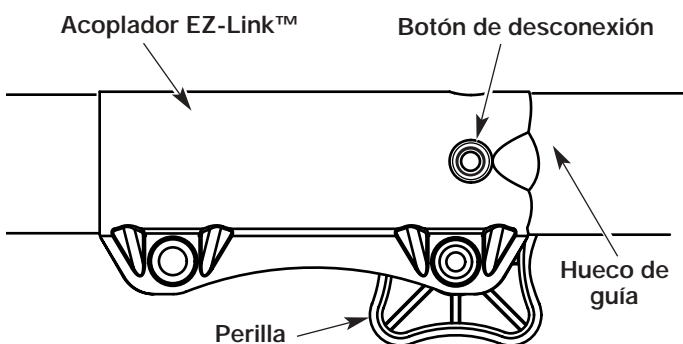

Fig. 6
1. Gire la perilla en sentido antihorario para aflojarla (Fig. 6).
2. Opima y sostenga el botón de desconexión (Fig. 6).
**NOTA:** La alineación del botón de desconexión con el hueco de guía facilitará la instalación (Fig. 6).